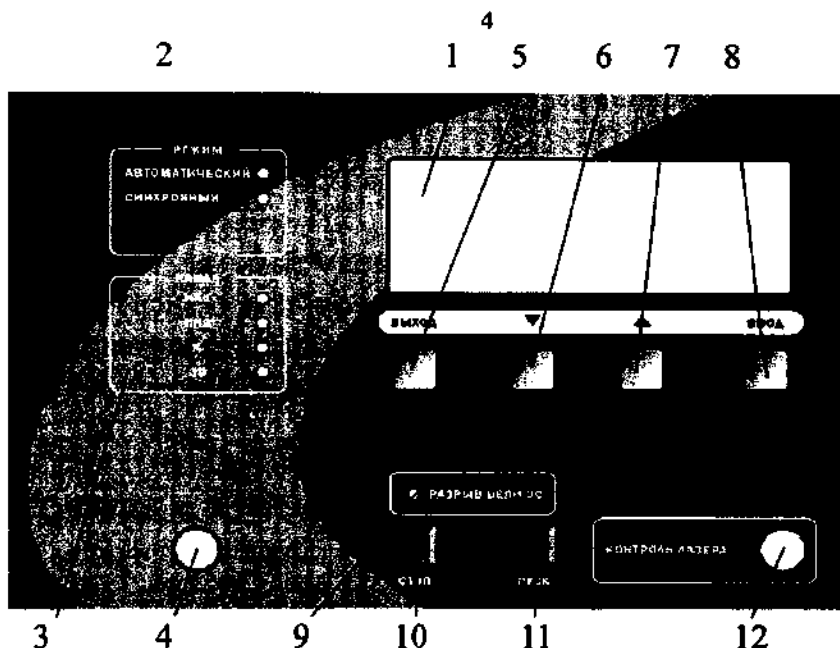

Рис. 1 Панель корпуса управления.
7.2.1 На панели корпуса управления аппарата (Рис. 1) находятся :